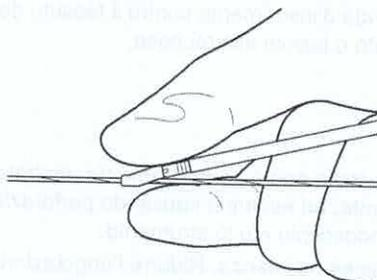
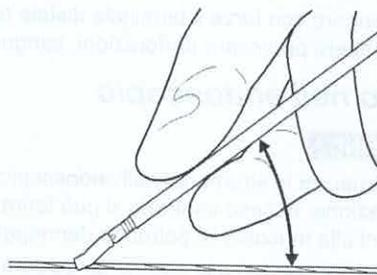

Figura 4
Figura 5
- Se si utilizza il filoguida, inserire lo strumento tenendone l'estremità distale parallela al filoguida come mostrato in Figura 4. Attenzione a non inserire lo strumento forzatamente piegandolo ad angolo retto tra estremità distale e filoguida come mostrato in Figura 5, altrimenti si potrebbe danneggiare l'estremità distale.